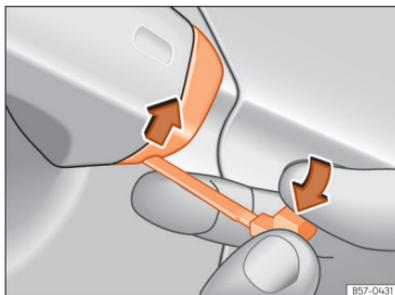

Fig. 53 Manípulo da porta do condutor: soltar a tampa fazendo alavanca.
- Introduza a chave de emergência na abertura inferior da tampa do manípulo da porta do condutor e eleve a tampa de baixo para cima »» Fig. 53.